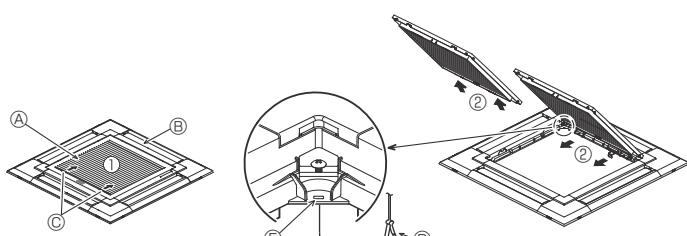

Fig. 9-3
9.2.1. Extracción de la rejilla de admisión (Fig. 9-3)
- Deslice las palancas en la dirección indicada mediante la flecha ① para abrir la rejilla de admisión.
- Con la rejilla de admisión en posición "abierta", extraiga la bisagra de la rejilla de admisión de la rejilla tal y como se indica mediante la flecha ②.
[Fig. 9-3] [Fig. 9-4]